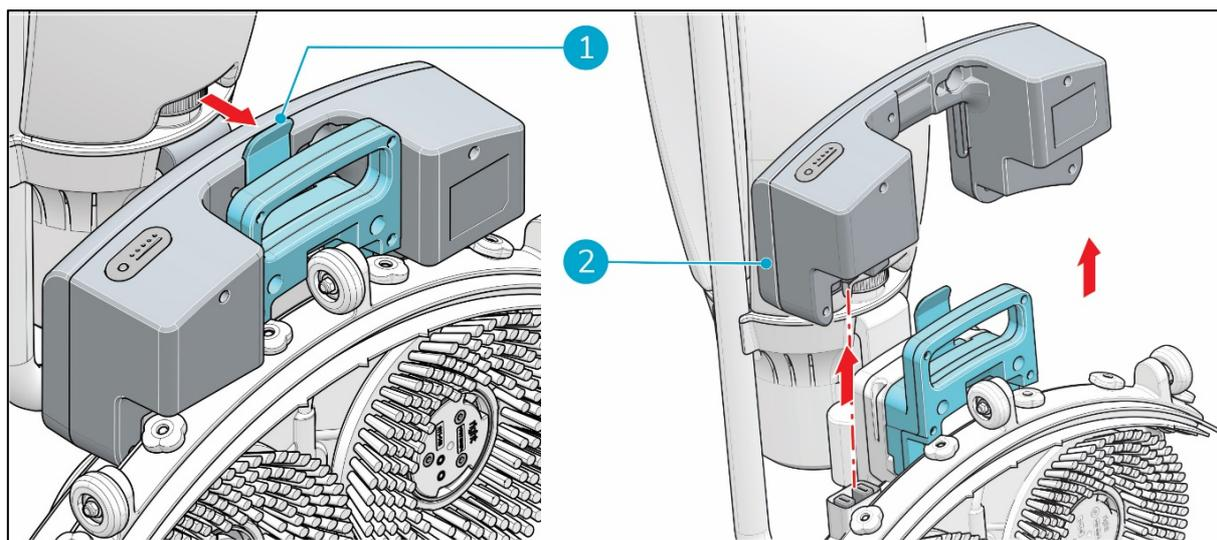

Figure 23
3. En enfonçant le clip de retenue vers l'intérieur (Figure 23, pos 1), retirez la batterie (Figure 23, pos 2).